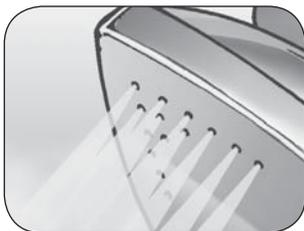

Abb. 5
- 2 Den Schalter zum Einschalten des Dampferzeugers (L) drücken.
- 3 Den Dampfgregler (K) auf die gewünschte Dampfstärke drehen.
- 4 Den Schalter On/Off (O) zum Einschalten des Bügeleisens drücken.
- 5 Die gewünschte Temperatur mit dem Temperaturregler (F) auswählen.
- 6 Um den Dampf zu benutzen, abwarten, dass sich die Kontrolllampe Dampfbereitschaft (M) einschaltet.
- 7 Bevor Sie den Dampf auf die zu bügelnde Wäsche richten, geben Sie zwei bis drei längere Dampfstöße gegen den Boden ab, um den Dampfausstoß zu stabilisieren (Abb. 5).